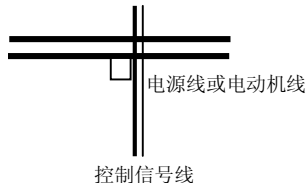

图 3-16 系统配线要求
- (1) 变频器到电动机的线缆(U、V、W 端子引出线)应尽量避免与电源线(R、S、T 或 R、T 端子输入线)平行走线。应保持 30 厘米以上的距离。
- (2) 变频器输出 U、V、W 端子三根电机线尽量置于金属管或金属布线槽内。
- (3) 控制信号线应采用屏蔽电缆，屏蔽层与变频器 PE 端相连，靠近变频器侧单端接地。
- (4) 变频器 PE 端接地电缆不得借用其它设备接地线，必须直接与接地板相连。
- (5) 控制信号线不能与强电电缆(R、S、T 或 R、T 与 U、V、W)平行近距离布线，不能捆扎在一起，保持 20~60 厘米（与强电电流大小有关）以上的距离。如果要相交，则应相互垂直穿越，如图 3-16 所示。
- (6) 控制信号和传感器等弱电接地线必须与强电接地线分别独立接地。
- (7) 禁止在变频器电源输入端(R、S、T 或 R、T)上连接其它设备。